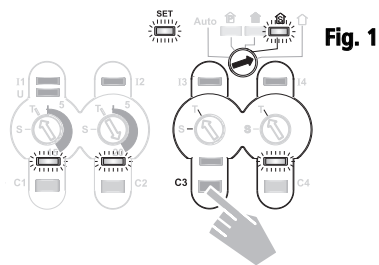

Fig. 1
Ejemplo: Para la simulación de presencia, véase la fig. 1 abajo.
2. Pulse brevemente la tecla manual del canal que desea modificar hasta que el LED de control se haya apagado (véase fig. 1 canal C).